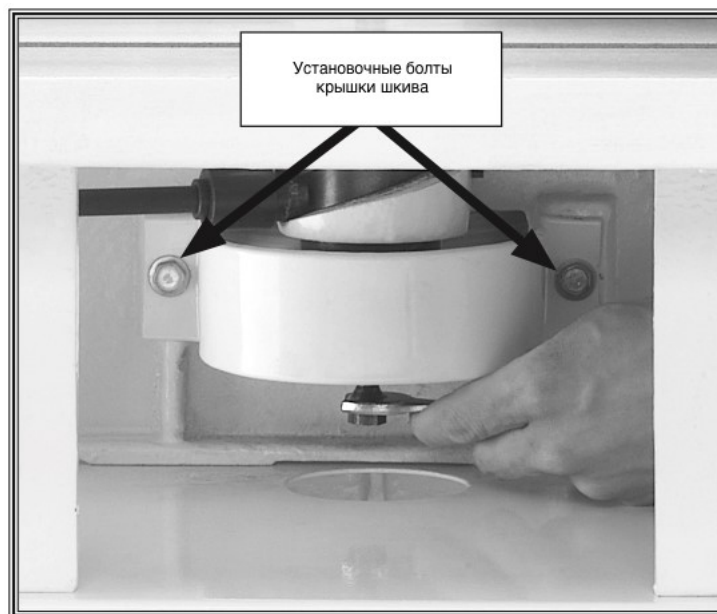

Рис. 33 Расположение установочных болтов крышки шкива
3. Снимите крышку шкива шпинделя, открутив установочные болты, как показано на Рис. 33.